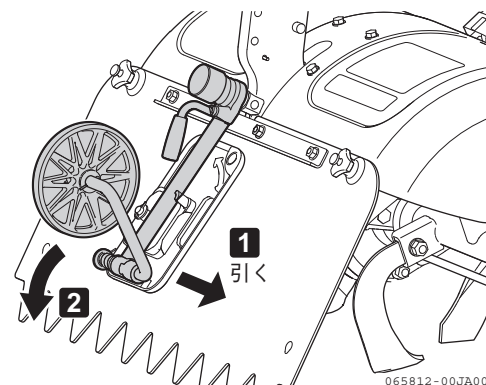

図 3-6 尾輪（移動2）
2. 尾輪を右側に引き、下側にロックを外した状態にします。（図 3-6）